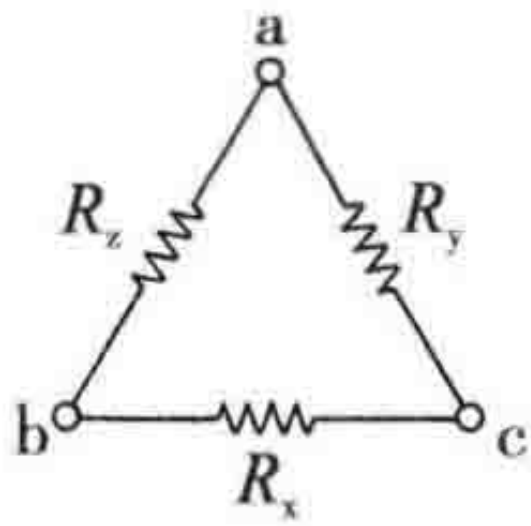

图 P-2
星形转换为三角形（见图 P-2）：
- 4. 角形电路，如图 P-2 所示，所有电阻大小相同（ $12\ 000\ \Omega$ ）。求解等效星形电路中相应的电阻值。
- 5. 在图 P-2 所示电路中， $R_x$  是  $20\ 000\ \Omega$ ， $R_y$  是  $10\ 000\ \Omega$ ， $R_z$  是  $30\ 000\ \Omega$ 。求解等效星形电路中  $R_c$  的值。